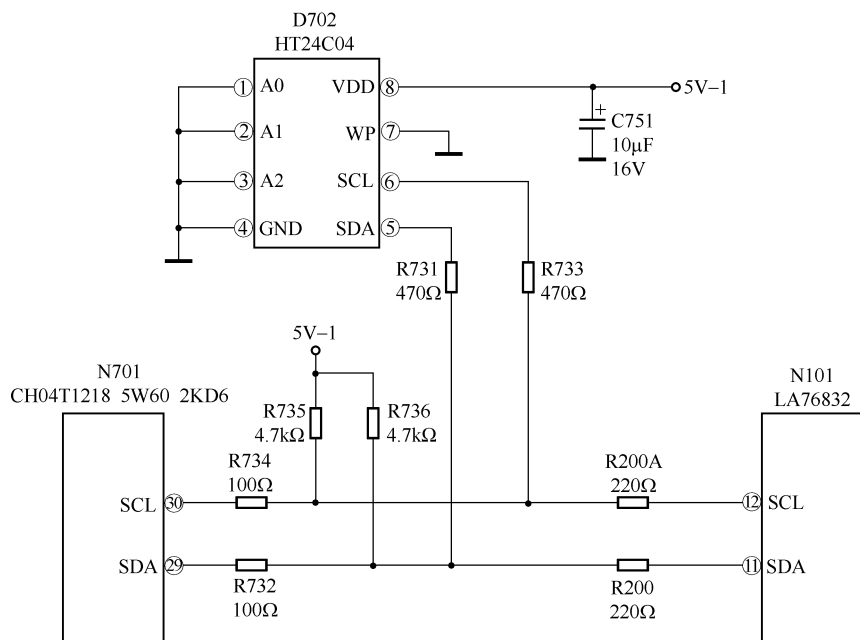

图 6-8 长虹 H2535K 机型中 I2C 总线接口电路
在长虹 H2535K 机型中，N701 的⑲、⑳脚用于 I2C 总线接口。其接口电路如图 6-8 所示。其中，R735、R736 为上拉电阻，用于为总线提供工作电压；R734、R732 的输出电阻，主要起匹配作用。由 N701⑲、⑳脚输出的时钟信号和数据信号分别送入 D702 的⑤、⑥脚和 N101 的⑪、⑫脚。送入 D702⑤、⑥脚的信号主要用于存储和读取数据信号；送入 N101 (LA76832) ⑫、⑪脚的信号主要用于控制芯片电路的工作状态，以使整机各功能电路协调工作，但它们均是在 CPU 的统一指挥下，通过 I2C 总线调动存储在 D702 (HT24C04) 中的项目数据来实现的。D702 引脚功能及电压值、电阻值见表 6-3，I2C 总线维修项目及调整数据见表 6-4。